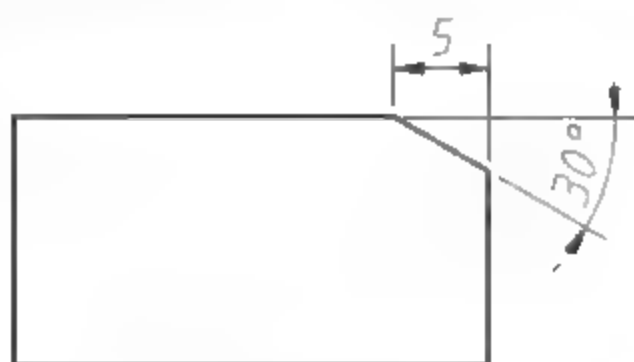

图4-111 设置倒角角度
- 角度 (A) : 通过设置一个角度和一个距离来进行倒角操作, 如图4-111所示。